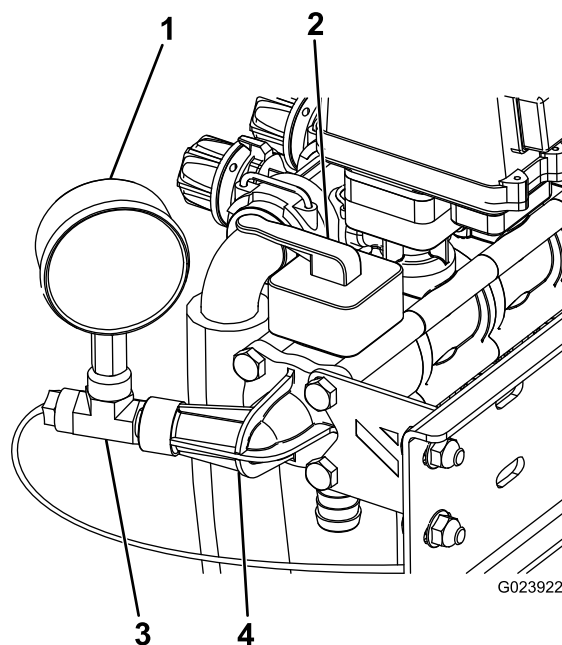

Figura 11
3. Instale o anel de retenção, a nova válvula de controlo, a porta do indicador de pressão previamente removida e o suporte de estabilização utilizando 4 parafusos compridos; consulte Figura 11.